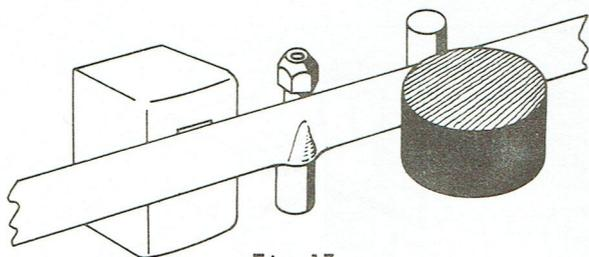

Fig. 17.
- Serrer la vis A si loin que la bande soit déformée le long du côté inférieur du guide de bande, voir la figure 17.